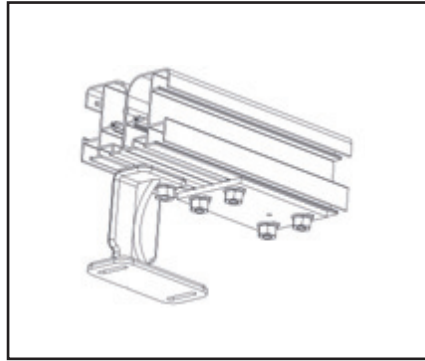

Fig. 14
- Attention : la largeur du caisson est toujours 40mm plus large que la largeur de la commande. (voir fig. 14 pag. 9)